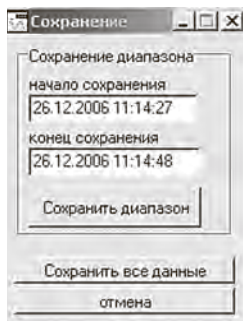

рис.22
- Изменить значения диапазона в диалоговом окне (рис.22).